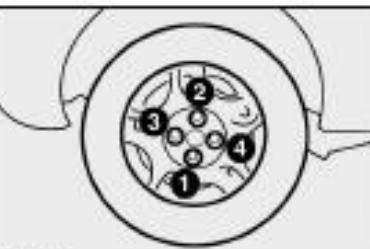

fig. 19
- Apertar bem os parafusos, passando alternadamente de um parafuso ao outro diagonalmente oposto, de acordo com a ordem ilustrada na fig. 19.